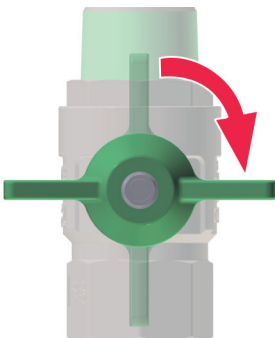

Abb. 34: Hauptabsperrventile schliessen
- Alle Hauptabsperrventile (Abb. 34) an der Frischwasserstation schliessen.